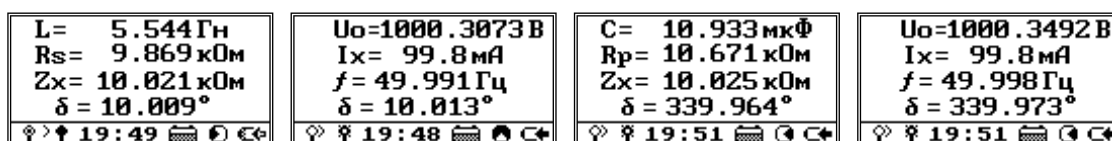

Рисунок 102
7.1.7.9 Для объектов индуктивного характера рассчитываются (рисунок 102):